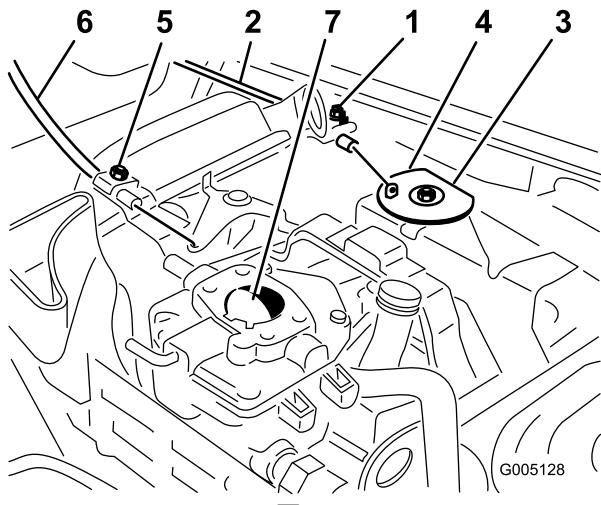

図 46
- スロットルケーブルをエンジンに固定しているクランプのネジをゆるめる(図 46)。
- スロットルケーブルを十分に引いて、スイベルの後部をストップに接触させる(図 46)。
- チョークケーブルを十分に引いてチョークを完全に閉じ、その位置でクランプのネジを締める(図 46)。